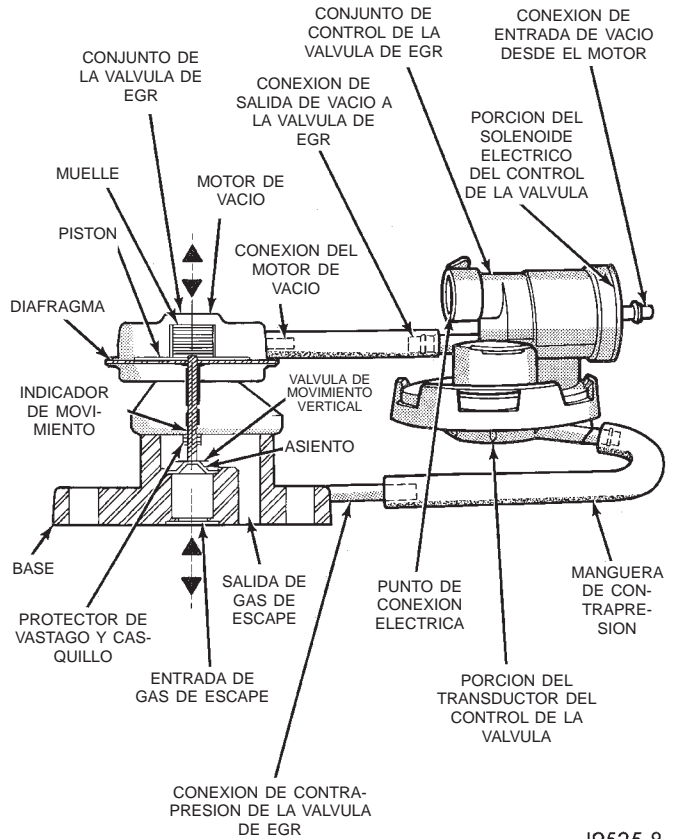

Fig. 5 Válvula de EGR y Control de la válvula de EGR—Características
(1) Compruebe el estado de todas las mangueras y tubos del sistema de EGR. Determine si existen fugas, cuarteaduras, retorcimiento y endurecimiento de las mangueras de gomas. Antes de realizar cualquier prueba repare y corrija estas condiciones anormales.
(2) Asegúrese de que las mangueras, tanto de la válvula de EGR como del control de la válvula de EGR, estén conectadas a las conexiones apropiadas (Fig. 5).
(3) Asegúrese de que el conector eléctrico esté firmemente conectado al control de la válvula.
(4) Para comprobar el funcionamiento del sistema de EGR, conecte la herramienta de exploración DRB al conector de enlace de datos de 16 vías. El conector de enlace de datos se encuentra en el borde inferior del tablero de instrumentos, cerca de la columna de dirección. Para informarse sobre el funcionamiento de la herramienta de exploración DRB para efectuar la diagnosis del sistema de EGR, consulte el manual de servicio de Procedimientos de diagnóstico del mecanismo de transmisión apropiado.
(5) Una vez comprobado el sistema con la herramienta de exploración DRB, continúe con las siguientes pruebas de Fugas de la válvula de EGR y del Control de la válvula de EGR, y repare según sea necesario.
Si el motor no se coloca en ralentí, se apaga en ralentí, o el ralentí es brusco o lento, la válvula de desplazamiento vertical (Fig. 5) que se encuentra en la base de la válvula de EGR puede tener fugas cuando está en posición cerrada.
(1) Para la prueba siguiente el motor debe estar apagado.
(2) Desconecte la manguera de goma de la conexión (Fig. 5) de la parte superior, motor de vacío, de la válvula de EGR.
(3) En la base de la válvula de EGR se sitúa una pequeña conexión metálica (conexión de contrapresión) (Fig. 5). Una manguera de goma la conecta a la conexión de contrapresión en el control de la válvula de EGR. Desconecte esta manguera de goma de la conexión de la válvula de EGR.
(4) Retire la cubierta del depurador de aire del cuerpo de la mariposa.
(5) Empleando aire comprimido y una boquilla de aire con punta de goma, aplique aproximadamente 345 kPa (50 psi) de aire del taller regulado a la conexión de contrapresión metálica en la válvula de EGR.
(6) Con la mano, abra la mariposa del acelerador a la posición de totalmente abierta. Mientras se aplica presión de aire por la conexión de contrapresión **NO DEBE OIRSE** que sale aire del múltiple de admisión.
(7) Si **PUEDE OIRSE** que sale aire del múltiple de admisión, esto significa que la válvula de desplazamiento vertical (Fig. 5) pierde por la parte inferior de la válvula de EGR. Reemplace la válvula de EGR. Nota: La válvula de EGR, el control de la válvula de EGR y las mangueras de conexión se reparan como conjunto. Consulte Desmontaje/instalación de la válvula de EGR en este grupo. No intente limpiar la válvula de EGR usada.
(1) Desconecte la manguera de contrapresión de goma de la conexión de la parte inferior de la válvula de EGR (Fig. 5).
(2) Conecte una bomba de mano manual a esta conexión.
(3) Aplique 254 mm (10 pulgadas) de vacío a esta conexión.
(4) Si el vacío decae, significa que el diafragma del transductor presenta fugas.
(5) Reemplace el conjunto de la válvula de EGR. Proceda con el paso siguiente para continuar la comprobación.
(6) Vuelva a conectar la manguera a la válvula del EGR.
(7) Retire la manguera de goma de la conexión de **entrada** de vacío (Fig. 5) en el solenoide EGR.
(8) Conecte un indicador de vacío a esta manguera desconectada.
(9) Ponga en marcha el motor y haga que alcance la temperatura de funcionamiento. Mantenga la velocidad del motor a aproximadamente 1500 rpm.
(10) Verifique que el vacío del motor sea uniforme (múltiple lleno) en esta manguera.
(11) Si no hay presencia de vacío del motor (múltiple lleno), verifique el conducto de vacío al motor y repare lo necesario antes de continuar con el paso siguiente.
(12) Vuelva a conectar la manguera de goma a la conexión de **entrada** de vacío (Fig. 5) en la válvula de EGR.
(13) Desconecte la manguera de goma de la conexión de **salida** de vacío (Fig. 5) en la válvula de EGR.
(14) Conecte un indicador de vacío a esta conexión.
(15) Desconecte el conector eléctrico (Fig. 5) del control de la válvula. Esto simulará un circuito abierto (sin masa del PCM) en la válvula, activándola. Se establecerá un DTC en el PCM que deberá ser borrado una vez finalizada la prueba.
(16) Ponga en marcha el motor y haga que alcance la temperatura de funcionamiento.
(17) Mantenga la velocidad del motor a aproximadamente 2.000 rpm mientras verifica si hay vacío del motor (múltiple lleno) en esta conexión. **Para**